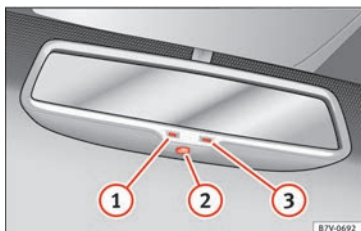

Fig. 147 Rétroviseur intérieur photosensible.
Légende de **fig. 147** :
- ① Témoin
- ② Commande
- ③ Capteur permettant de détecter la luminosité venant frapper le rétroviseur
Cette fonction peut être activée et désactivée en appuyant sur le bouton du rétroviseur intérieur » **fig. 147** ②. Une fois activée, le témoin ① s'allumera.